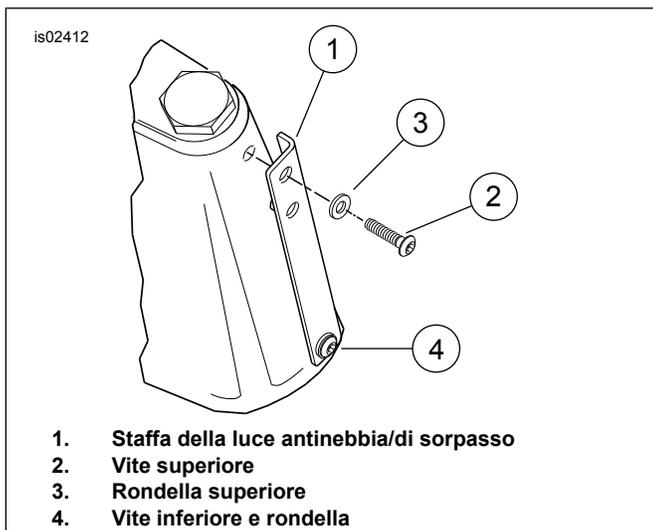

Figura 3. Staffa della luce di sorpasso
1. Vedere Figura 3. Rimuovere soltanto la vite **superiore** (2) e la rondella (3) che fissano la staffa della luce antinebbia/di sorpasso (1) al pannello anteriore e posteriore. Mantenere al proprio posto la vite inferiore e la rondella (4). La vite superiore può essere eliminata ma la rondella va conservata.